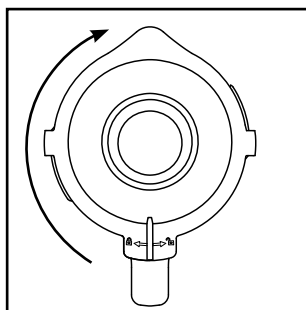

Fig. 2
- 4) Sæt låget ❷ forskudt på blenderkanden ❸ igen. Luk låget ❷ ved at dreje det med uret til position ❶, indtil det klikker hørbart på plads (se fig. 2). Sørg for, at hædetuden på blenderkanden ❸ er lukket. Motoren kan kun startes, hvis låget ❷ slutter helt til.